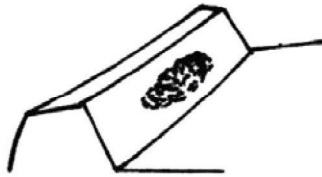

Рис. 8. Выступ зацепления зубчатой передачи
- a. Зацепление главных механизмов осуществляется посредством выбора прокладки гнезда подшипника и прокладки картера ведущего моста необходимой толщины, чтобы убедиться в правильности отпечатка (как показано на рис. 8) и размером зазора в пределах 0.16–0.32 мм. При этом, удерживайте предварительное напряжение на обоих концах дифференциала в пределах 100–150 Н;
- b. Соприкосновение пары звездочек на концах переднего моста регулируется набором прокладок (1) подходящей толщины, чтобы гарантировать зазор механизма в пределах 0.16–0.3 мм, и обеспечить правильное пятно контакта.
- c. Чтобы получить конечный зазор механизма в пределах 0.16–0.3 мм, необходимо изменить толщину прокладок (13) для окончательной регулировки, тем временем,
- d. Зазор 0.1–0.5 мм между нижней поверхностью кольца-фиксатора (4) вертикального вала (3) в любом конце и верхней поверхностью ведомой шестерни (7) получают используя прокладки (6) подходящей толщины.